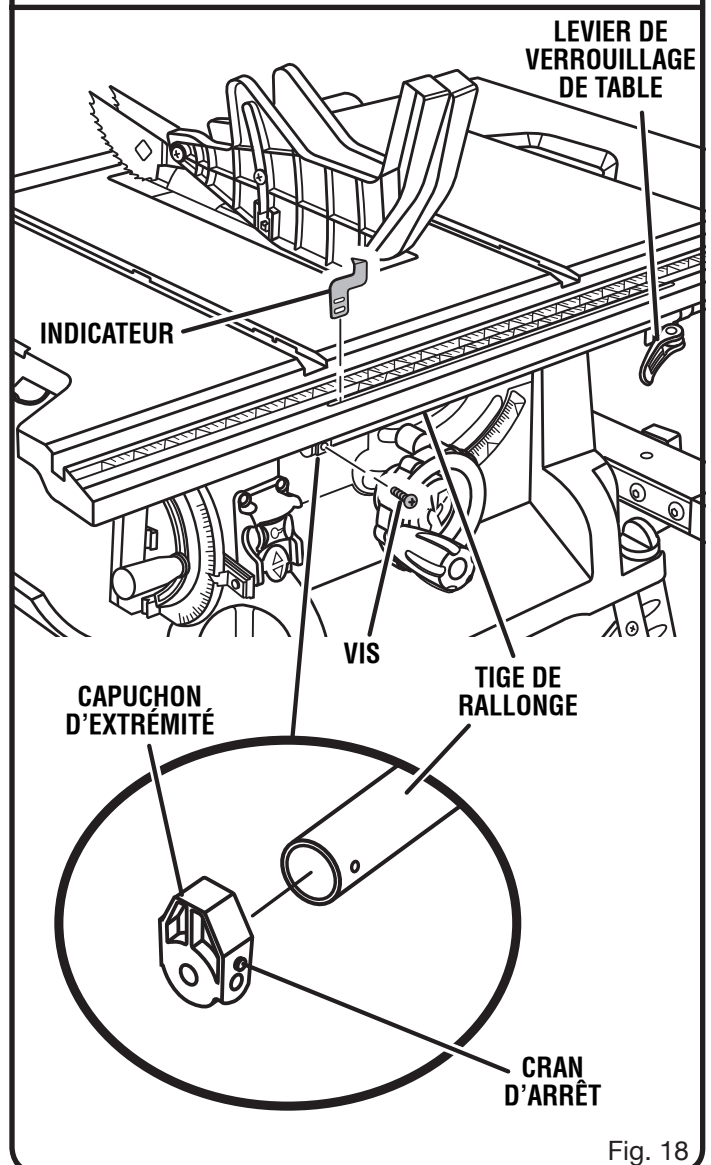

Fig. 18
- Appuyer le capuchon d'extrémité sur la tige de rallonge selon la figure 18.